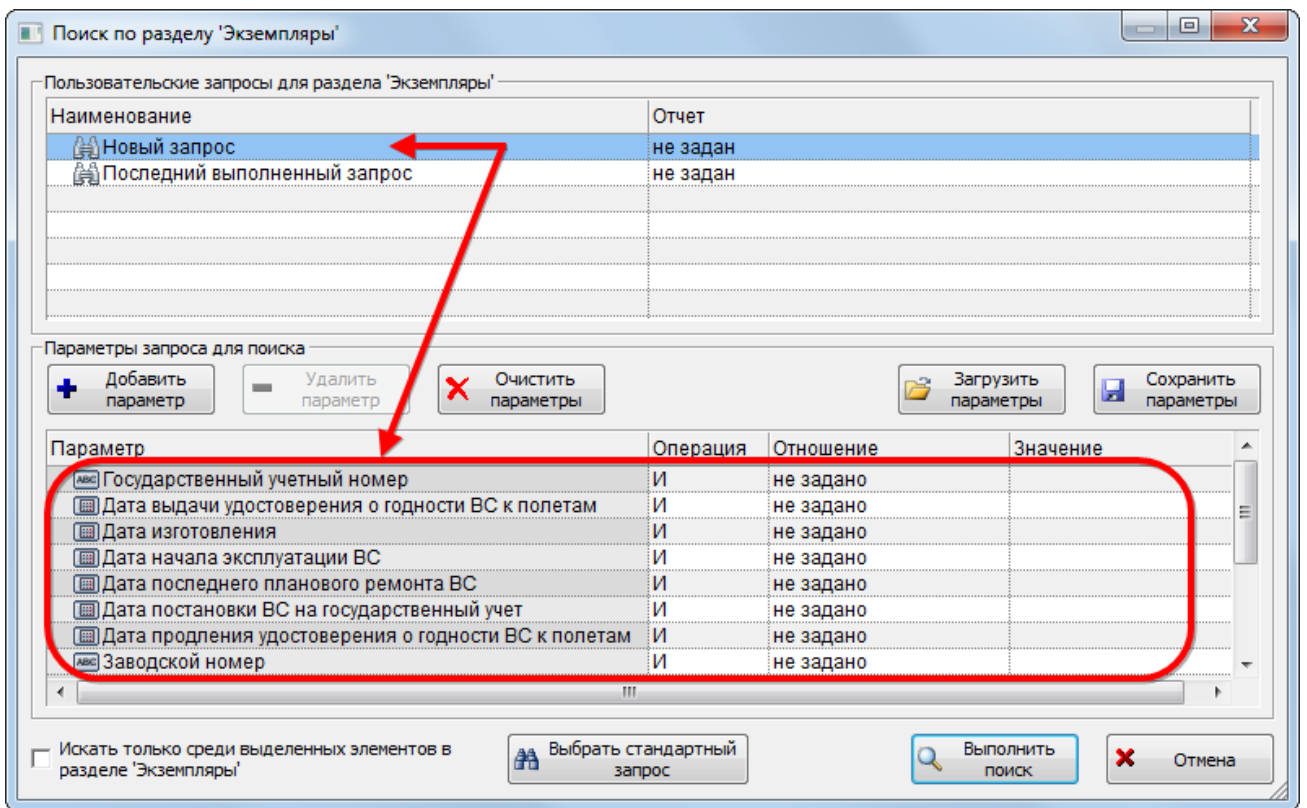

Рис. 7-41 – Диалоговое окно «Поиск по разделу»
2) Нажать кнопку «Поиск» панели «Правка». В результате откроется диалоговое окно «Поиск по разделу» с указанием названия раздела (рис. 7-41).